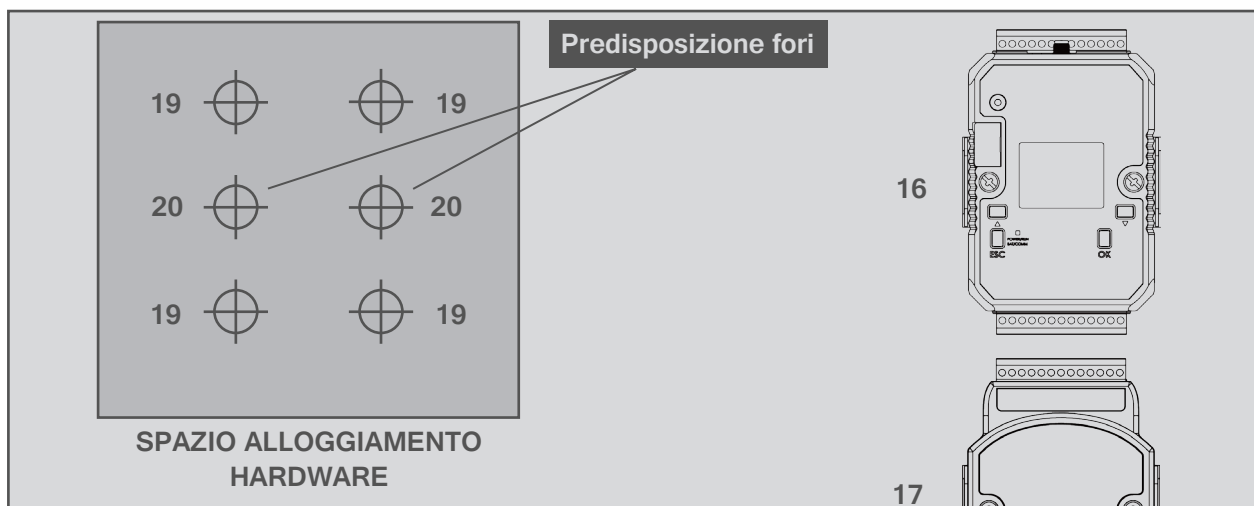

Figura 8 - Fori fissaggio barra DIN per hardware Alleantia
Nell'apposito spazio indicato in Figura 8 sono presenti n°2 fori M4 dedicati e opportunamente predisposti per il fissaggio del dispositivo su barra DIN (Vedasi fori n°20).
2. Avvitare la barra DIN con n.2 viti nell'apposito spazio dedicato (fori n°20) come indicato in Figura 8.
3. Alloggiare l'hardware sulla barra DIN precedentemente predisposta come indicato in Figura 8.
4. Connettere il dispositivo IOT SCADA SERVER ALLEANTIA e la relativa uscita seriale al morsetto del cavo già presente sull'IOT STARTER KIT e di cui una estremità è libera e l'altra estremità è collegata al dispositivo YOTTA Control. Eseguire il collegamento come da manuale d'uso del costruttore. Vedi Figura 8.
5. Collegare il cavo ALLEANTIA CABLE KIT incluso nella confezione dell'IOT STARTER KIT come indicato in Figura 8.